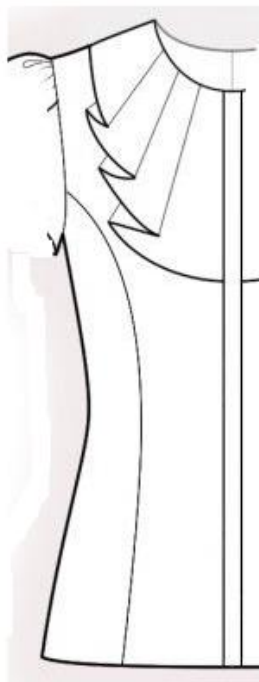

Рисунок 1 – Фрагмент блузки. Обработка полочки
Второй этап: Моделирование фрагмента заданной модели **«Обработка полочки»** (стр. 7, рис. 1) в натуральную величину и изготовление лекал
Третий этап: Изготовление (пошив) образца фрагмента заданной модели (стр. 7, рис. 1) женской блузки.
1) *Внешний вид фрагмента заданного изделия должен полностью соответствовать техническому рисунку модели и художественно-техническому описанию (стр. 3, табл.1) и рисунку фрагмента(стр. 7, рис. 1).*